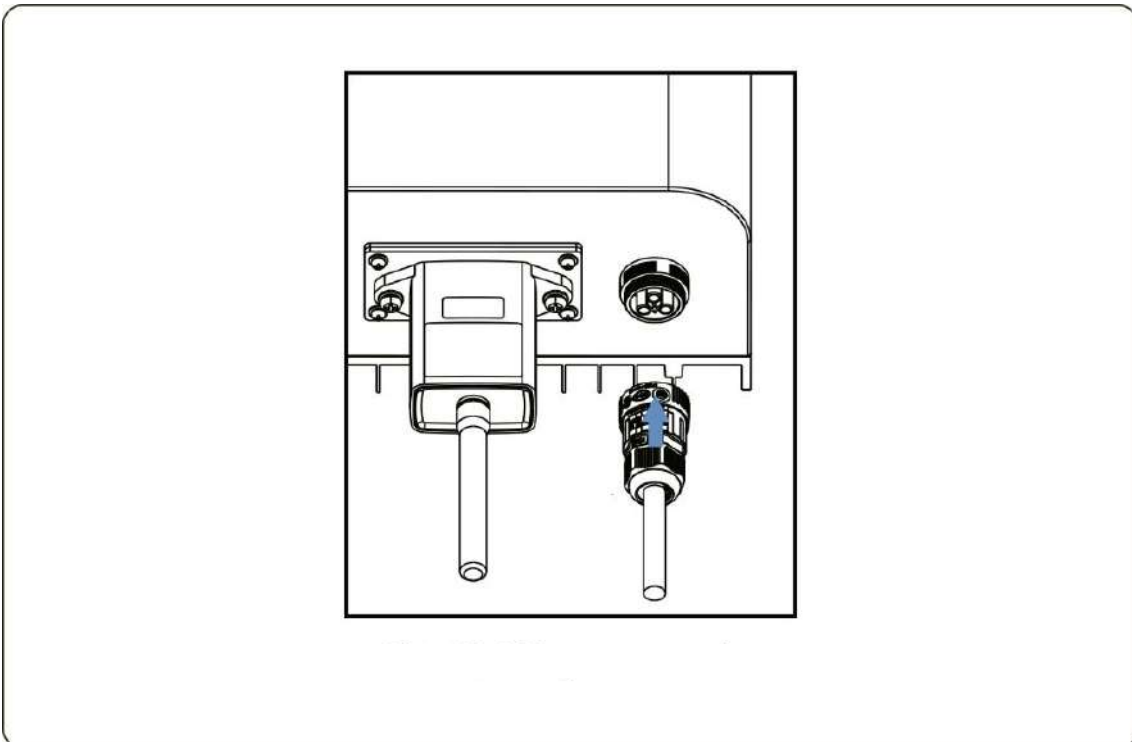

Imagen 5.10 Conexión de la entrada de CA
Paso 7: Conecte los terminales al inversor como se muestra en la imagen 5.10.